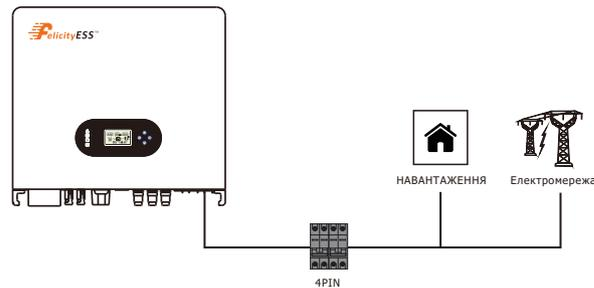

Рис. 4.3-2 Підключення перемикача змінного струму
1. На стороні змінного струму окремий вимикач має бути підключений між інвертором і електромережею, але перед підключенням навантаження. Див. Рис. 4.3-2.